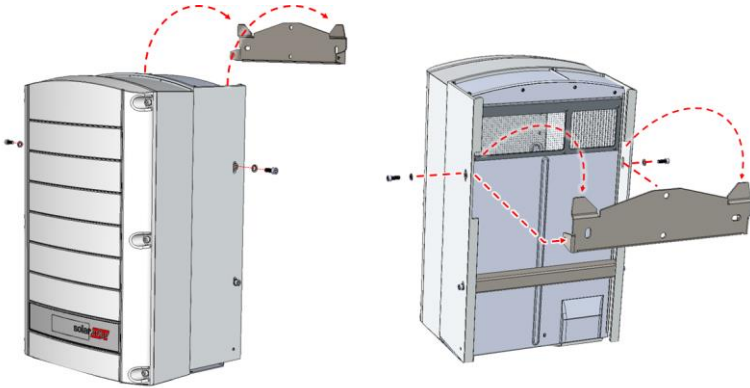

図 10:パワーコンディショナをブラケットにはめ込む
5. パワーコンディショナをブラケットにはめ込んでください (図 10参照)。